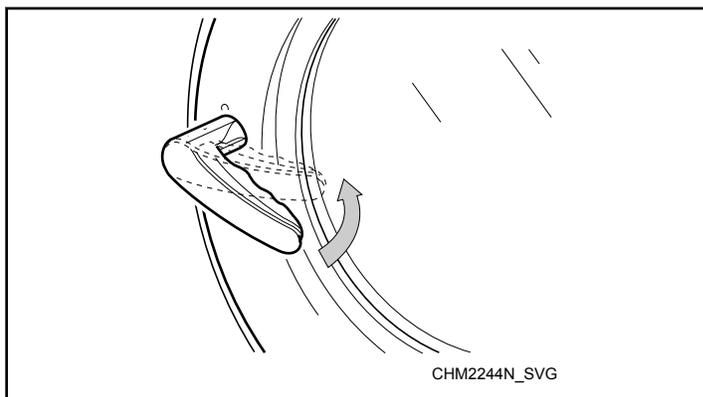

Figure 54
4. Fermer la porte et tourner la poignée en sens antihoraire. Voir *Figure 54*.